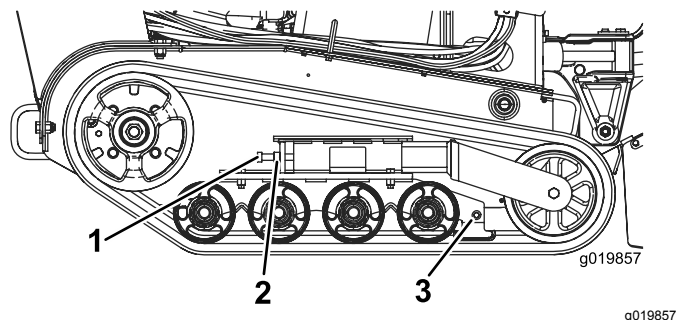

図 48
3. クローラのテンションボルトとテンションアームのクランプボルトのジャムナットをゆるめる 図 48。
4. テンションボルトを 32.5-40 N·m 3.3-4.2 kg·m = 24-30 ft-lb にトルク締めする 図 48。
4. テンションボルトとジャムナットをゆるめる 図 48。